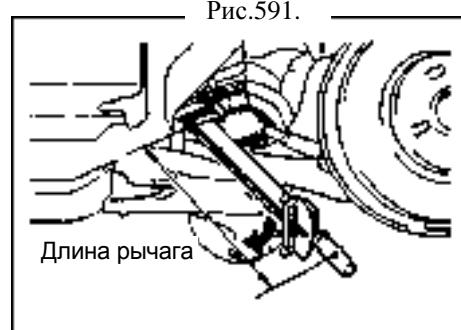

Рис.591.
- Специальный инструмент должен быть параллелен ключу для обеспечения момента затяжки (рис.591).